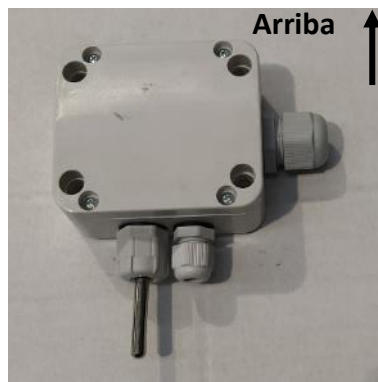

Figura 5.13. Posición recomendada para instalar la sonda de temperatura exterior
- **I**nstale la sonda de temperatura exterior con la posición que se muestra en la Figura 5.13 para evitar la entrada de agua.